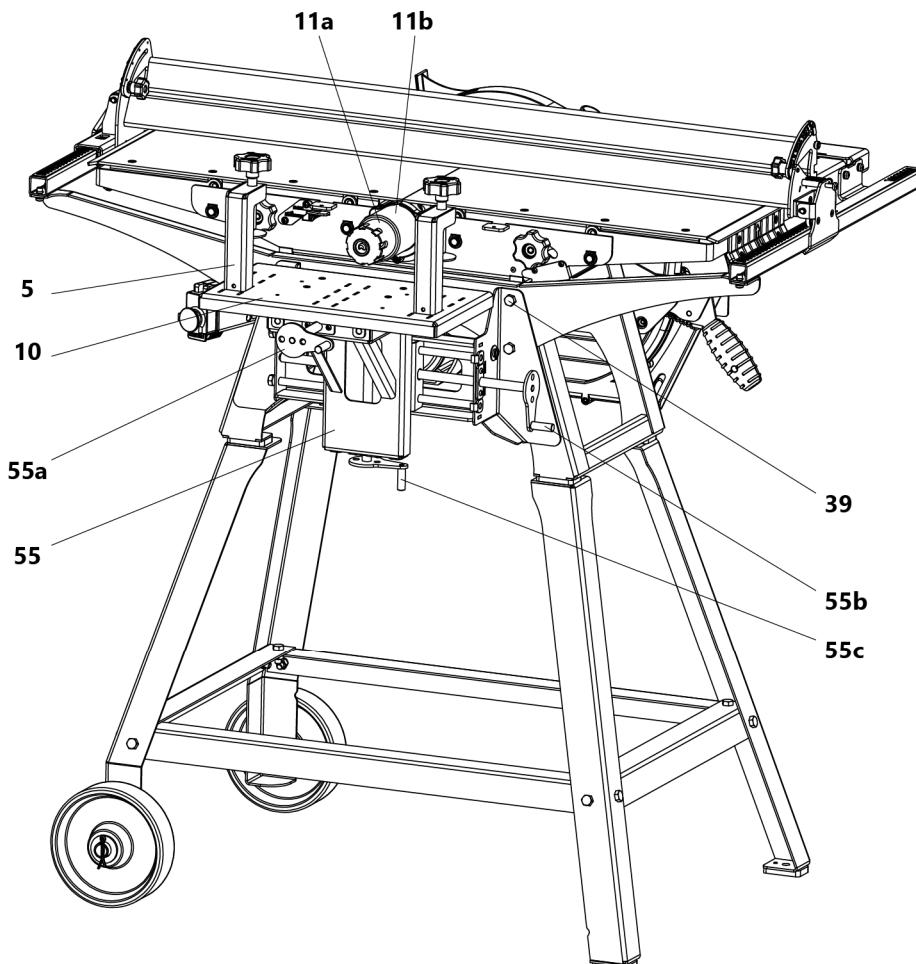

Рисунок 16. Конструкция станка в режиме фрезерования концевыми фрезами
- установить устройство фрезерное 56 (рис. 16).
Защитное ограждение концевой фрезы имеет подпружиненный защитный колпачок 11b (рис. 16), который перемещается внутрь корпуса 11a при нажатии заготовкой на колпачок в осевом направлении, открывая рабочую часть инструмента.
Устройство фрезерное предназначено для сверления отверстий и фрезерования пазов. Установите устройство фрезерное 55 (рис. 16). Для этого необходимо отвернуть четыре болта 39 (M8×20) крепления кронштейнов направляющих. На кронштейны установите устройство фрезерное и закрепите его болтами 39.